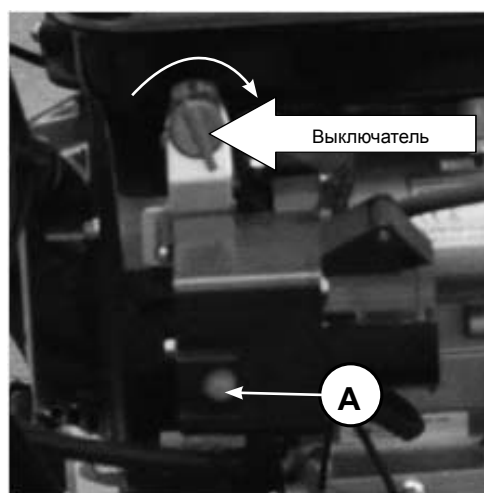

Рис.34
5. Установите выключатель в положение ON(Вкл). Нажмите и удерживайте кнопку запуска (А) электрического стартера (Рис.34).